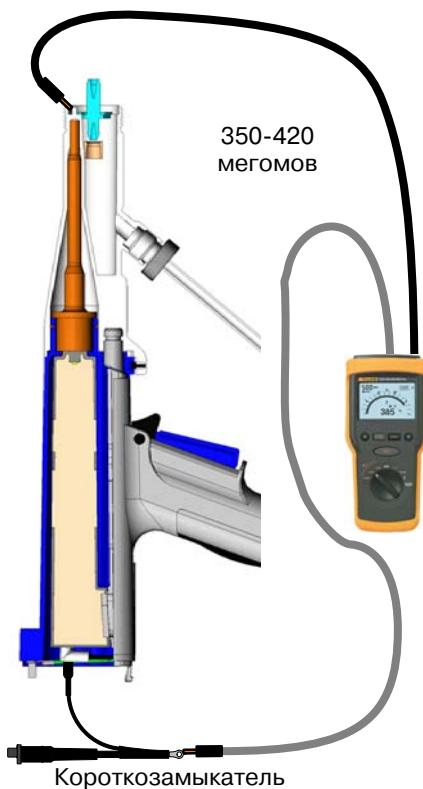

Рис. 10 Проверка с короткозамыкателем
При проверке сопротивления между гнездом умножителя и пружинным плунжером переходника используется дополнительный короткозамыкател, показанный на рис. 10. Номер детали короткозамыкателя см. под заголовком *Дополнительные принадлежности* в разделе *Запчасти*.
- См. рис. 10. Снять с распылителя крышку и форсунку.